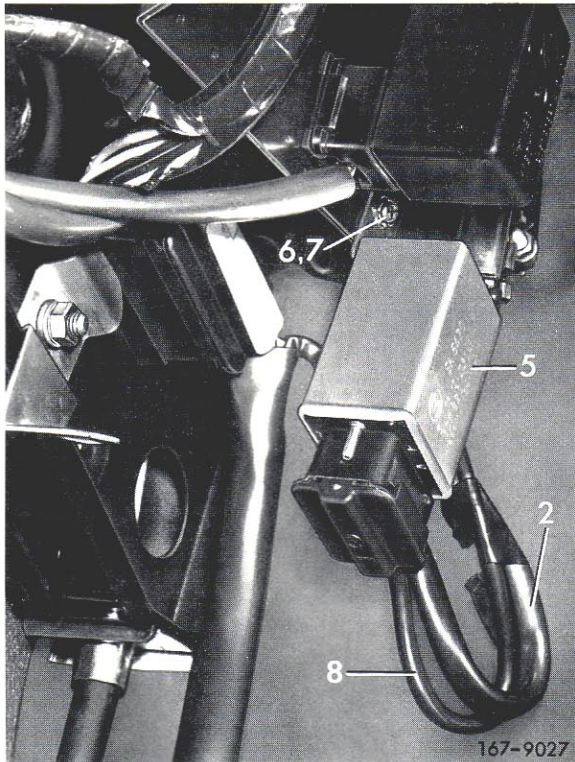

Bild 5
11 Verzögerungsrelais (5) mit den Teilen (6 und 7) nach Bild 5 anschrauben.